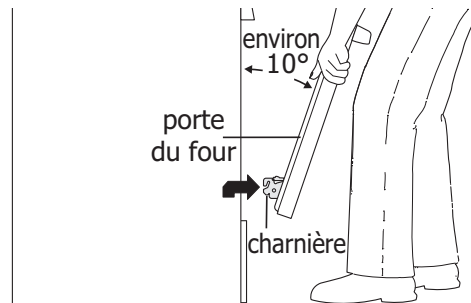
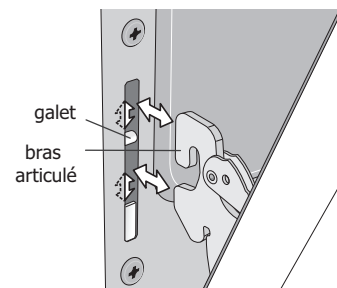

Figure 51 : Soutien de la porte pour la dépose
Figure 52 : Repose du bras articulé et du galet
3. Saisir fermement les deux côtés de la porte du four. Ne pas la soulever par la poignée (voir Figure 51).
4. Ouvrir la porte à un angle d'environ 10 degrés du cadre de porte (voir Figure 51).
5. Soulever les bras articulés hors des galets situés de part et d'autre du cadre de four (voir Figure 52).
1. Saisir fermement les deux côtés de la porte du four. Ne pas la soulever par la poignée (voir Figure 51).
2. Tout en tenant la porte au même angle que pour la dépose, asseoir le crochet du bras articulé sur les galets situés de part et d'autre du cadre de four (voir Figure 51 et Figure 52). Le crochet du bras articulé doit s'asseoir fermement sur les galets.